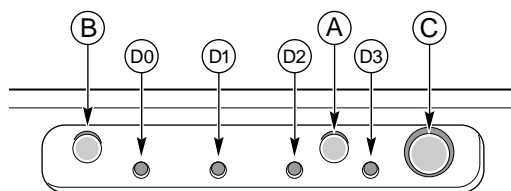

图2 前端面板控件和指示灯
下述前端控件和指示灯显示在图2中。
6. 如果服务器在将电源线插入 AC 插座后没有打开，可按前端面板上的电源开 / 关按钮。（请参阅图 2 第 88 页。）
7. 验证前端面板上的主电源 LED 是否已亮（请参阅图 2 第 88 页）。数秒钟后，开始进行开机自检（POST）。
6. 如果想从装载操作系统的硬盘驱动器引导，则确保硬盘驱动器已安装并按前端面板的复位按钮。（请参阅图 2 第 88 页。）